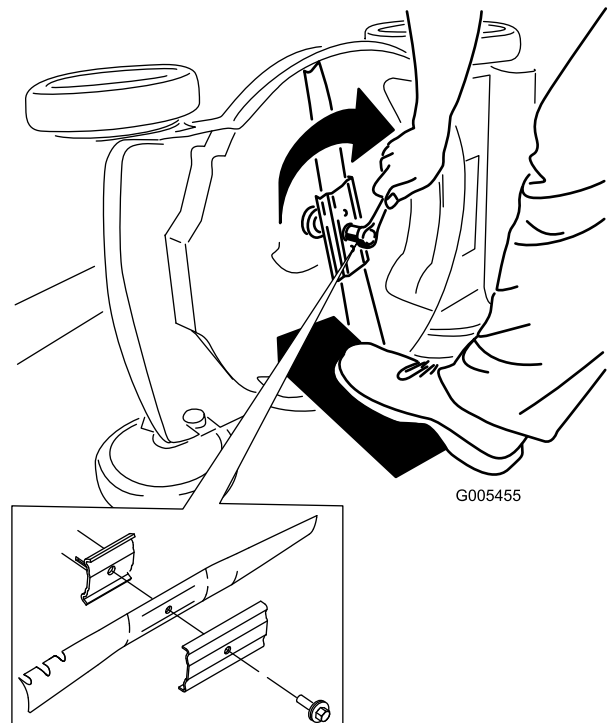

Figura 21
5. Montate la nuova lama usando la bulloneria di montaggio (Figura 21).